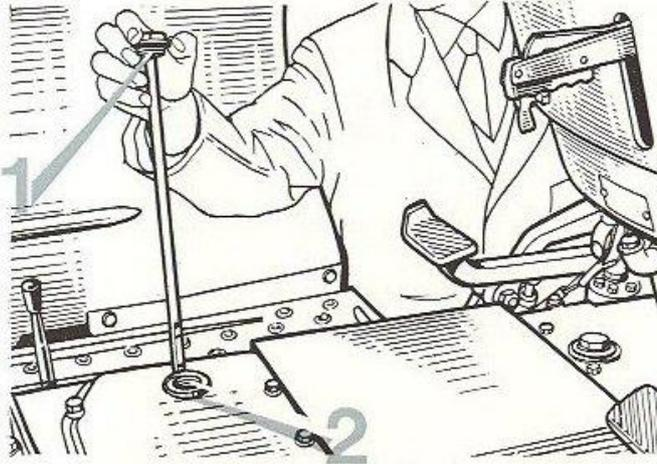

FIG. 49
Vidanger le pont arrière par le bouchon (1) en ouvrant le bouchon (1) fig. 49 pour favoriser l'écoulement.
Faire le plein du pont arrière par l'orifice (2) fig. 49 à l'aide de 44 litres d'huile **FLUID S de MOBIL.**